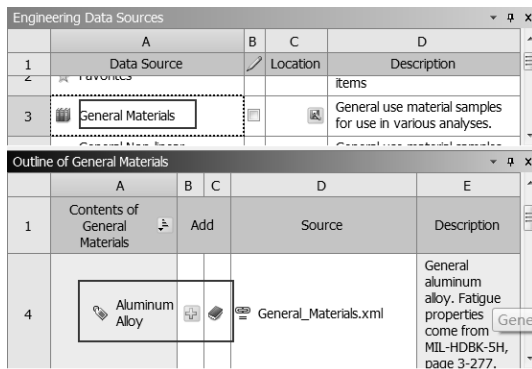

图 5-169 添加材料
Step3：在 Engineering Data Sources 表中选择 A3 栏 General Materials，然后单击 Outline of Favorites 表中 A4 栏 Aluminum Alloy（铝合金）后的 B4 栏的 （添加）按钮，此时在 C4 栏中会显示 （使用中的）标识，如图 5-169 所示，标识材料添加成功。